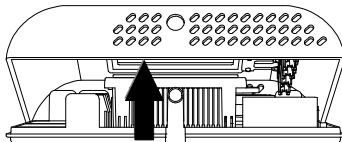

Fig. 3
- Girar la tapa aplicando una ligera presión hasta quitarla completamente (Fig. 3).